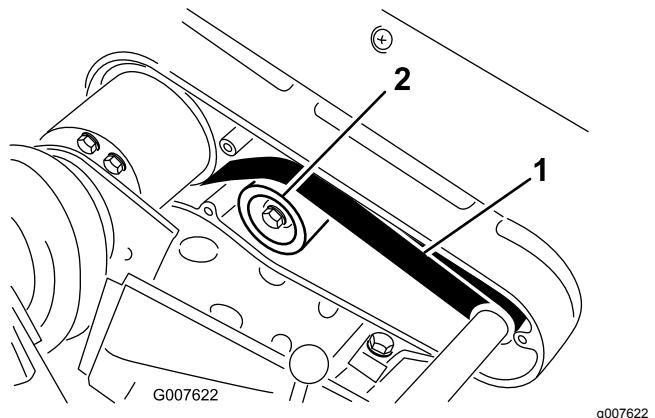

图45
2. 使用 2226N 的作用力按压两个皮带轮 图45 中间位置的皮带检查皮带的张紧力。
- A. 松开支轮皮带轮安装螺母并紧贴着皮带背面顺时针旋转怠轮皮带轮直至达到所需的皮带张紧力 图45。